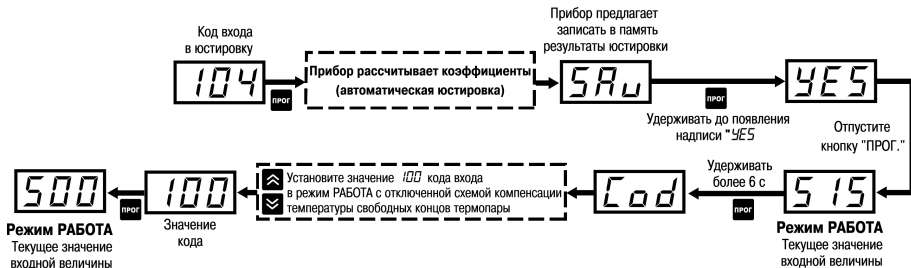

Рисунок 8.6 – Схема юстировки прибора с ТП
4. Не менее чем через 15 – 20 сек после включения питания произвести юстировку прибора (см. *рисунок 8.6*).